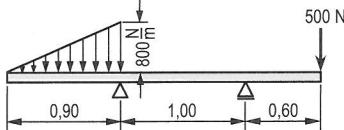

Bild 9.24: Kragbalken
6. Kragbalken mit Dreieckslast und Einzelkraft (**Bild 9.24**).